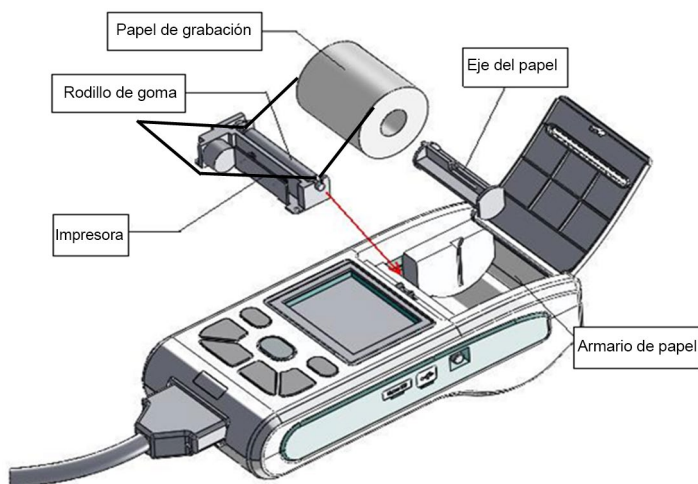

Figura 6-1 Instalación del papel de registro
1. Como se muestra en la Figura 6-1, presione la cubierta del compartimento del papel, se rebotará automáticamente, saque el eje del papel, insértelo en el papel de grabación como se muestra en la figura. El lado del papel con rejillas debe estar orientado hacia abajo, y luego instálelo en la posición correcta en el compartimento del papel, y presione el rodillo de goma en el papel de grabación.